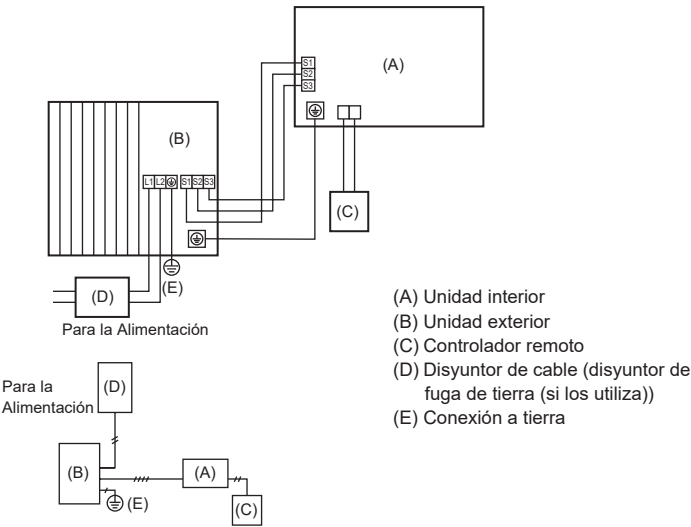

Fig. 6-1
6.1. Unidad exterior (Fig. 6-1, Fig. 6-2)
- (1) Extraiga el panel de servicio.
- (2) Tienda los cables de acuerdo con la Fig. 6-1 y Fig. 6-2.